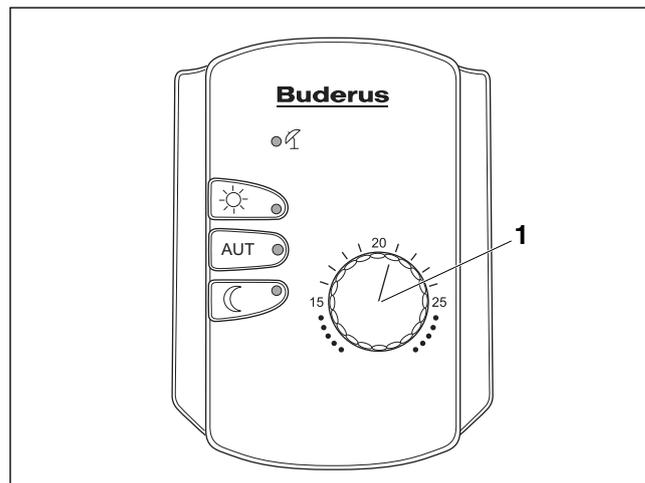

Рис. 11 Дистанционное управление
- ▶ Выставьте ручкой управления (рис. 11, поз. 1) нужную комнатную температуру, например, 21 °С.